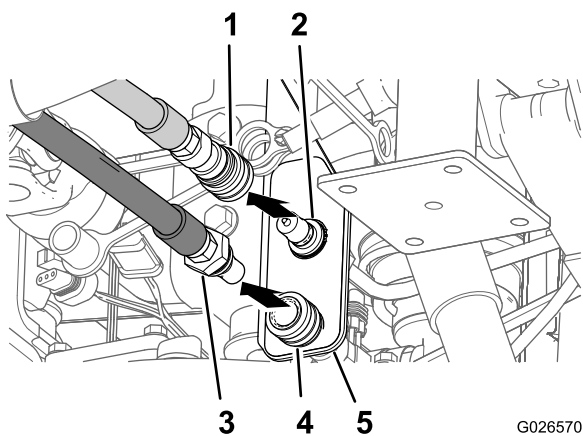

Figura 10
1. Nel pannello idraulico della macchina, pulite il pannello, i connettori rapidi e i flessibili della pressione e di ritorno per la valvola di sollevamento barre (Figura 10).
- Avvolgete un panno intorno al connettore rapido inferiore nel pannello (circuito della pressione) e all'accoppiatore per il flessibile della pressione dalla valvola di sollevamento barre (Figura 10).
- Scollegate il flessibile della pressione dal pannello (Figura 10)
- Avvolgete un panno intorno al connettore rapido superiore nel pannello (circuito di ritorno) e all'accoppiatore per il flessibile di ritorno dalla valvola di sollevamento barre (Figura 10).
- Scollegate il flessibile di ritorno dal pannello (Figura 10).